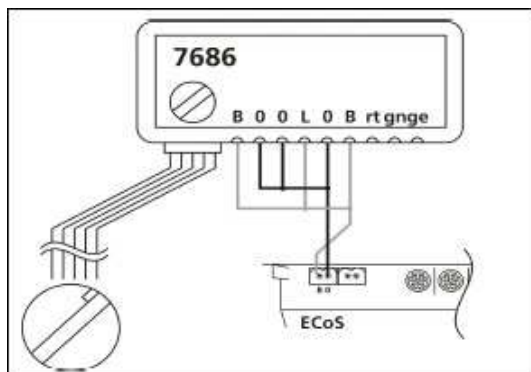
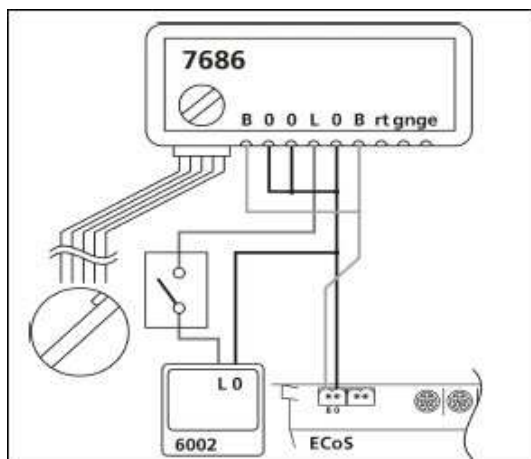

Figura 79
Figura 80
Para alimentar la plataforma giratoria puede utilizar la salida de la vía principal de la ECoS (ver figura 79) o bien un transformador externo (ver figura 80).
- Si su plataforma giratoria se alimenta directamente por la salida principal de la vía de la ECoS (según la figura 79), presione el botón STOP, después presione el botón "INPUT" para poner el descodificador en modo programación.
- Si su plataforma giratoria se alimenta mediante transformador separado (según la figura 80), puede interrumpir la alimentación de la plataforma giratoria abriendo el interruptor insertado en serie en la línea de alimentación L. Cierre el contacto del interruptor para restablecer la alimentación, dispondrá entonces de 5 segundos para presionar el botón "INPUT" para poner el descodificador en modo programación.